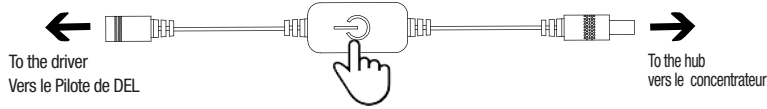

Fig. 3
**CONNECT FEED WIRES TO THE HUB/POWER SUPPLY (Fig. 3)**
Press shortly the ON / OFF button on the center of the dimmer switch, the light will go to permanent ON or permanent OFF mode (Fig. 3).
Long press the "ON / OFF" button, the light will go to the dimming mode (Fig. 3).
Appuyez brièvement sur le bouton "Marche / Arrêt" au centre de l'interrupteur à gradation, la lumière passera en mode permanent allumé ou permanent éteint (Fig. 3).
Appuyez longuement sur le bouton "Marche / Arrêt", la lumière passera en mode gradation (Fig. 3).